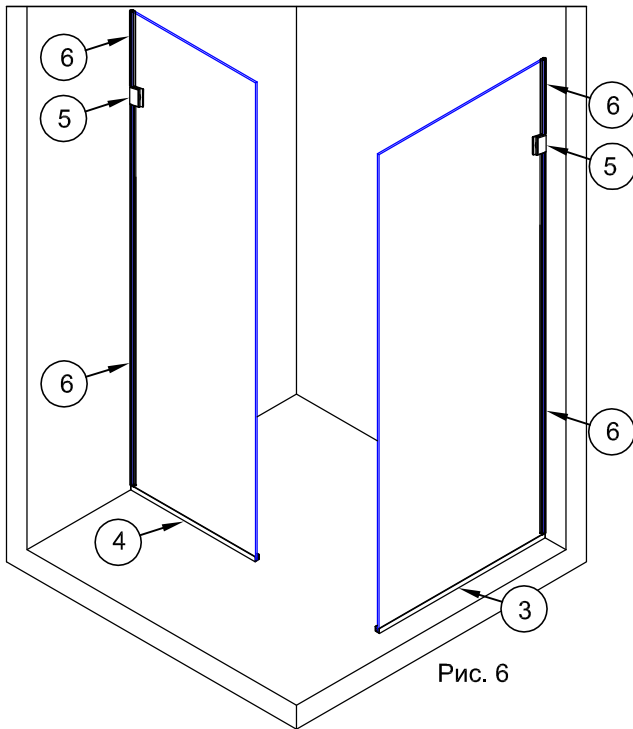

Рис. 6
3.1. Установить уплотнитель №6 на торец стекла панели от стены. Отрезки уплотнителя подрезать для плотного прилегания к держателям и к профилям №3 и №4 (рис.6).
3.2. В середину профилей №3 и №4 нанести силиконовый герметик. Количество герметика рассчитать на заполнение всех щелей между профилем и стеклом (рис.6).